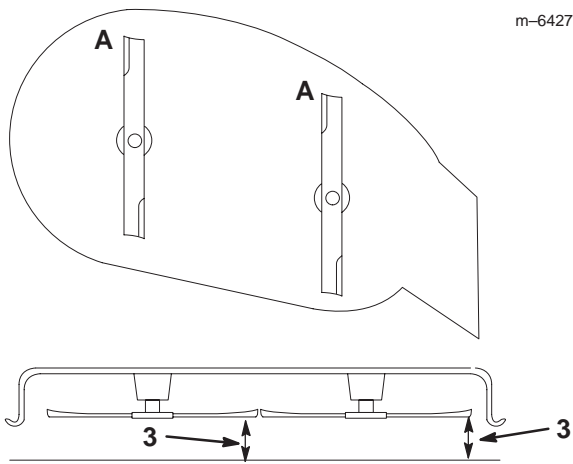

Bild 29
1. Drehen Sie die Schnittmesser, bis die Enden nach vorne und hinten gerichtet sind (Bild 29). Messen Sie von einer ebenen Fläche bis zu der Schnittkante (Position A) der Messer (Bild 29). Zeichnen Sie dieses Maß auf.